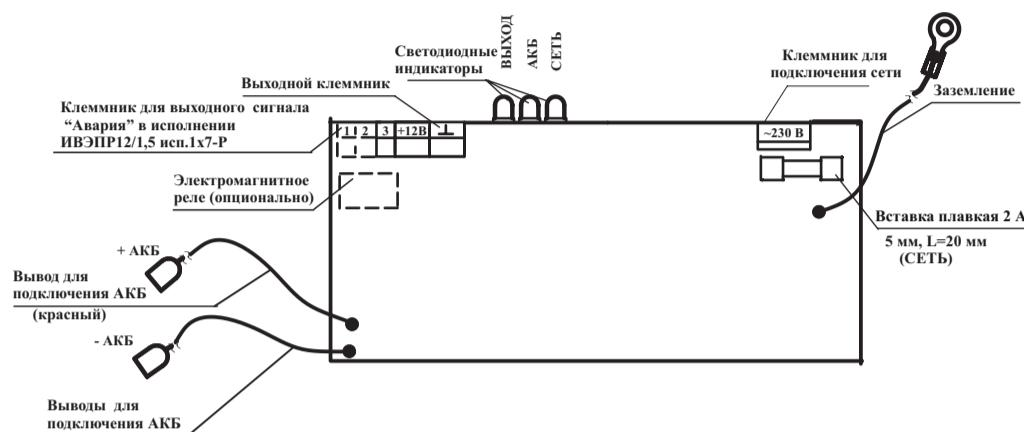

Рисунок 1—Плата источника
6.3 Подключение соединений производить в следующей последовательности (см. рисунок 1):